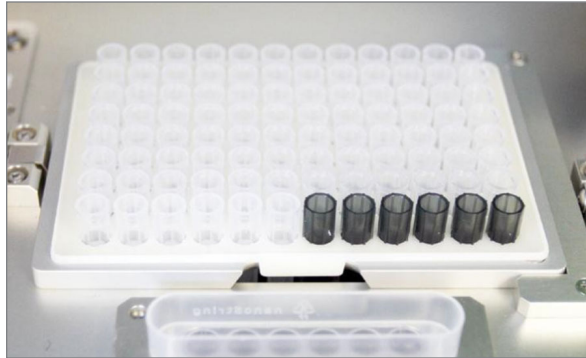

FIGURA 5.14: colocación correcta de la gradilla con las puntas de pipeta y los perforadores de la lámina de aluminio
- c. Vuelva a colocar el soporte metálico para puntas cargado en la cubierta de la estación de preparación con los perforadores de la lámina de aluminio en la posición más cercana a la parte delantera de la cubierta (FIGURA 5.14).